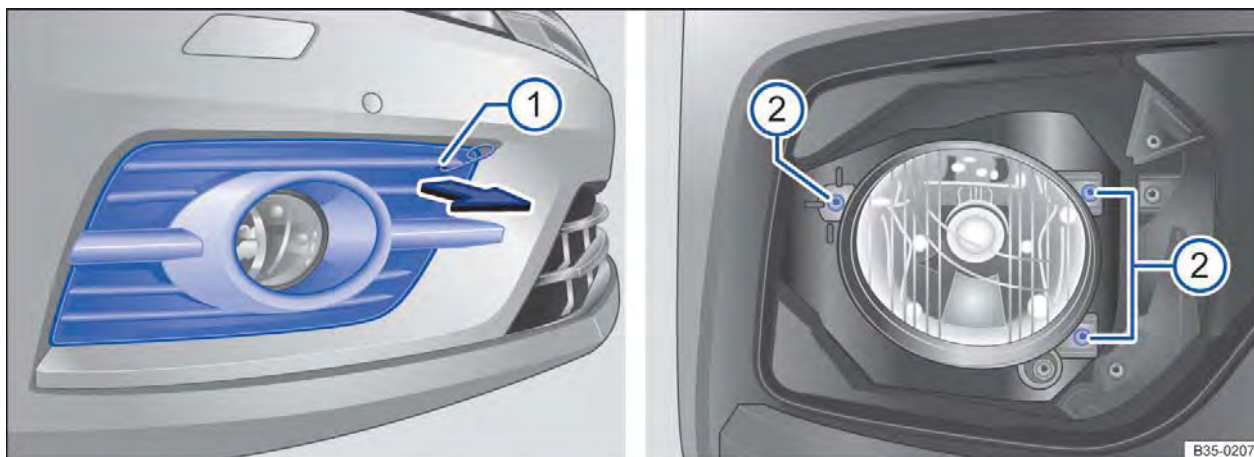
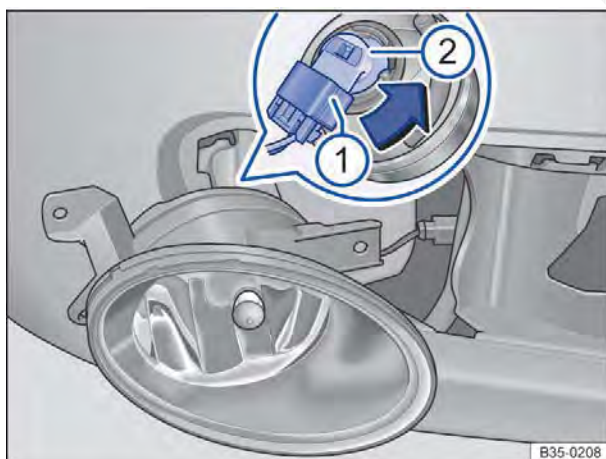

Fig. 248 No para-choque dianteiro à direita: iluminação de neblina.
Fig. 249 No farol desmontado: substituir a lâmpada incandescente.
3. Colocar o gancho extrator no entalhe ⇒ Fig. 248 (1) da cobertura e puxar a cobertura para frente na direção da seta e retirá-la.
4. Desparafusar os parafusos de fixação (2) com a chave de fenda.
7. Destravar e retirar o conector ⇒ Fig. 249 (1).
8. Girar o suporte da lâmpada (2) até o batente no sentido anti-horário e retirar com a lâmpada incandescente para trás.
12. Encaixar o conector ① na lâmpada incandescente até ouvir que ela foi travada.
14. Instalar os parafusos de fixação ⇒ Fig. 248 ②.
15. Colocar a cobertura contra o sentido da seta ⇒ Fig. 248 no para-choque. A cobertura deve se travar de firmemente.